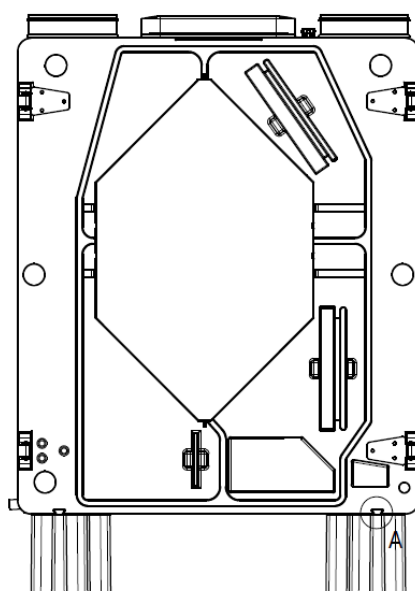

Abb. 6 - Trapezförmige Rillen
- Um die Füße richtig zu montieren, setzen Sie sie in die trapezförmigen Rillen des Gehäuses ein. Die vorderen Rillen sind durch Abnehmen der vorderen Abdeckung zugänglich. Vier Montagefüße sind im Lieferumfang enthalten. (siehe Abb. 6 und Abb. 7).